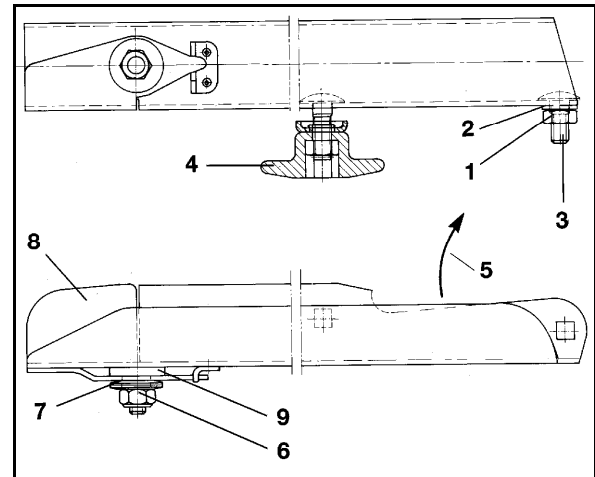

Рис. 77
Уделяйте пристальное внимание правильности монтажа распределяющих лопастей! Открытая сторона П-образной распределительной лопасти обращена к направлению вращения (Рис. 77/5).
1. Отвинтите и снимите фиксирующий палец (Рис. 77/3).
2. Отвинтите и снимите резьбовое соединение с быстрым расцеплением (Рис. 77/4).
4. Замените использованные самоостопорящиеся гайки (Рис. 77/1) фиксирующих пальцев на не бывшие в употреблении самоостопорящиеся гайки.
5. Зафиксируйте соответствующую распределительную лопасть подвижно на распределительном диске с помощью фиксирующего пальца, шайбы и не бывшей в употреблении самоостопорящейся гайки (Рис. 77/1).
6. Затяните с помощью инструмента самоостопорящуюся гайку (Рис. 77/1) таким образом, чтобы вы могли повернуть распределительную лопасть вручную.
7. Установите соответствующее резьбовое соединение с быстрым расцеплением (Рис. 77/4), состоящее из винта с полупотайной головкой, тарельчатой пружины и барашковой гайки. Убедитесь, что открытая сторона тарельчатой пружины обязательно обращена к распределяющему диску.
9. Вручную (без использования инструмента) затяните соответствующую барашковую гайку винтового соединения с быстрым расцеплением (Рис. 77/4).